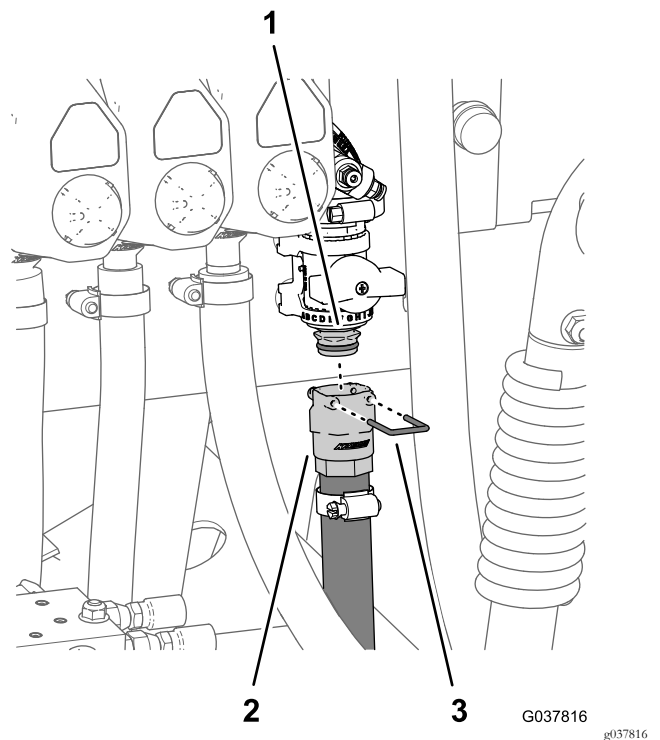

Рисунок 94
2. Установите быстроразъемный штуцер (гнездо) шланга на быстроразъемный штуцер фланцевого отсечного клапана (Рисунок 94).
3. Закрепите быстроразъемные штуцеры шланга и фланцевого отсечного клапана с помощью держателя, поставляемого вместе с быстроразъемным штуцером шланга (Рисунок 94).